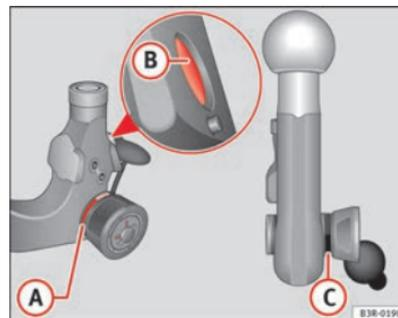

Fig. 154 Dispositif d'attelage amovible : boule d'attelage
- Vérifiez si le repère rouge (A) ⇒ page 212, fig. 154 de la molette se trouve dans la zone du repère noir de la boule d'attelage.
- Vérifiez que les pivots de verrouillage (B) sont enfoncés dans les alésages de la tige d'introduction.
- Vérifiez si la molette est nettement en retrait de la boule d'attelage, de sorte qu'il existe un interstice (C) entre la molette et la boule.